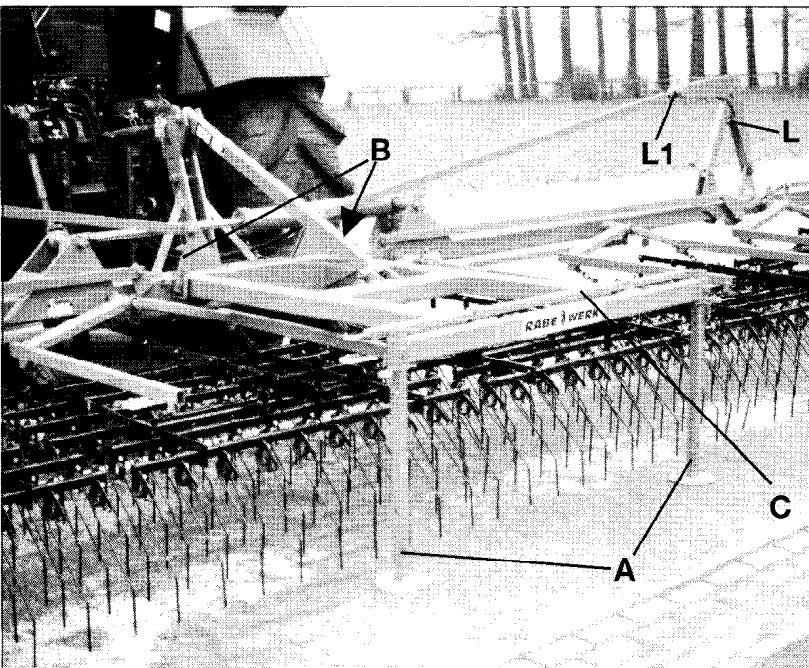
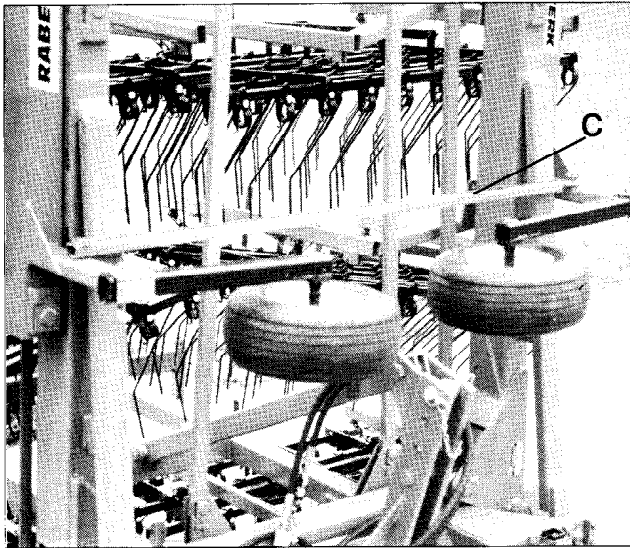
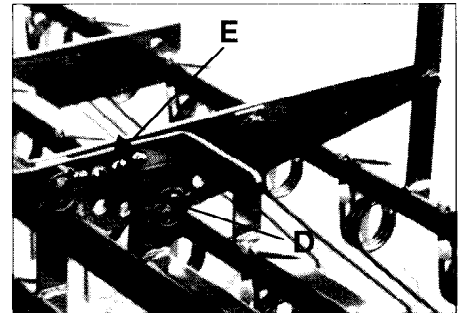

Fig. 3
Fig. 5
Fig. 10
Bei SER 1200 vor dem Einklappen beidseitig das 3. Striegelfeld von außen auf schwachen Zinkendruck stellen (2. Loch hinten / Lochleiste D, Fig. 10) und eingeklappt zusätzlich die Außenrahmen mittels Stange verbinden (C, Fig. 5) - mit Klappstecker sichern. Stangenlänge an Ösenschraube passend einstellen. (Stange steckt in Arbeitsstellung hinten auf dem Mittelrahmen; C, Fig. 3).
Bei SER 1200 außer Verriegelungshaken (**B**) die Stangensicherung der Außenrahmen lösen (**C**, Fig. 5) - und hinten auf dem Mittelrahmen feststecken (**C**, Fig. 3).
- 1) Stellung der Zinken - 5fach verstellbar; Lochleiste/Stecker **D** (Fig. 10).
- 3) Halbe Zinkenanzahl mit schwächerem Zinkendruck bzw. doppelter Strichabstand; Lochleiste **E** (Fig. 10),
Bei SER 1200 darauf achten, daß in Arbeitsstellung beidseitig die Anschlagsschraube des Winkelhebels anliegt (**L**, Fig. 3) - und bei insgesamt waagrechttem Rahmen die Führungsstange „Spiel“ hat (bei **L1**, Fig. 3), damit der Außenrahmen bei Bodenunebenheit nach oben/unten sich anpassen kann.